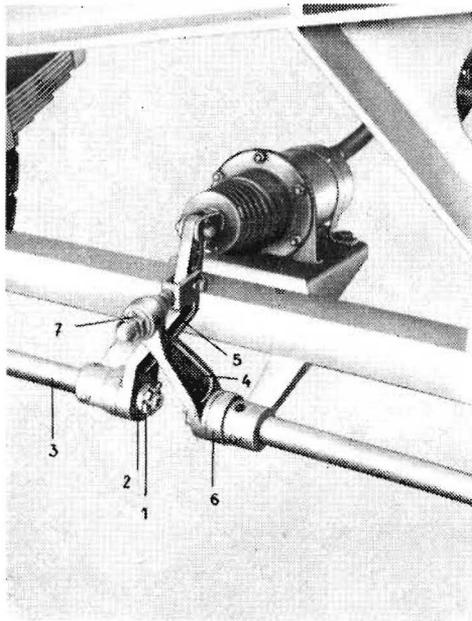

Bild 24
Besonders nach der Neueinstellung der Bremsen muß geprüft werden, ob die Bremswirkung an beiden Rädern gleich ist. Zu diesem Zweck werden der Anhänger aufgebockt und die Räder von Hand gedreht. Bei der Vorderachse wird diese Feinregulierung durch die beiden Spanschlösser vorgenommen. Bei der Hinterachse erfolgt die Feinregulierung über die Stellmutter (7). (Bild 24.)